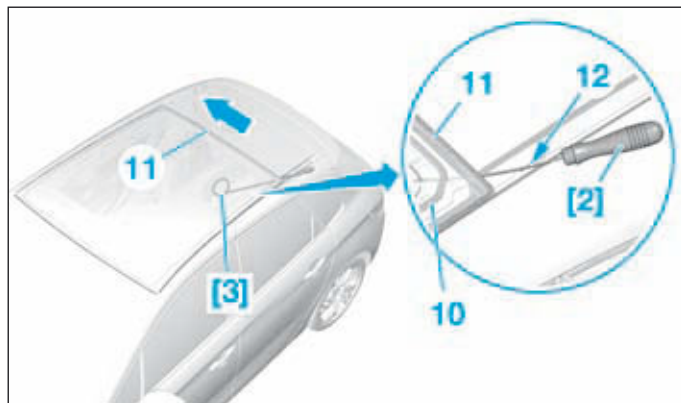

FIG.16
- Passer l'alène [2] à travers le cordon de colle (10), de l'extérieur vers l'intérieur (Fig.16).
- Passer le fil de découpe [3] à l'extérieur du véhicule et sous les joints (11) de la vitre de toit panoramique (suivant la flèche).